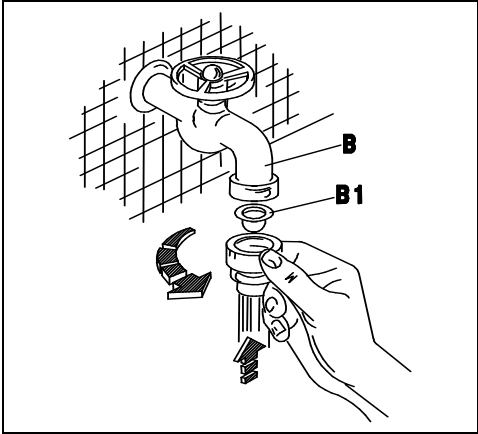
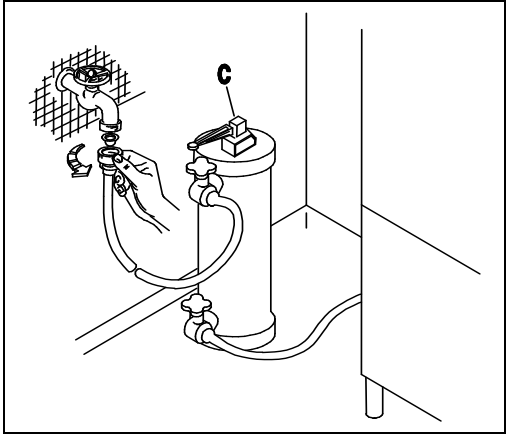
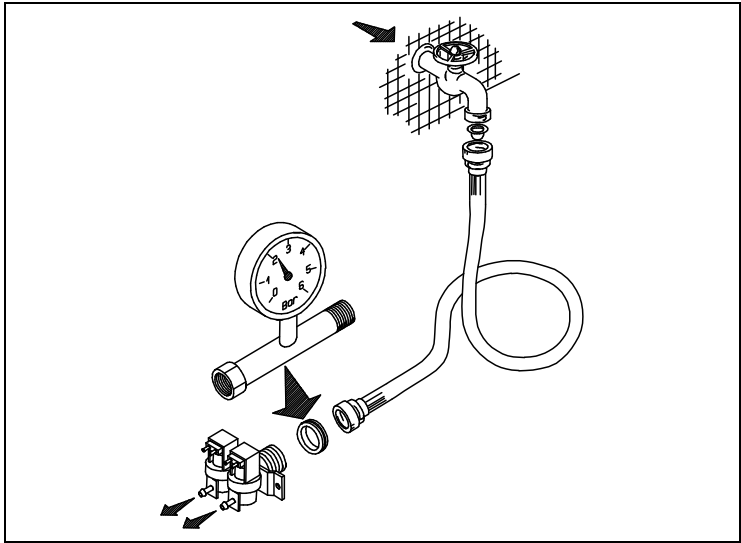
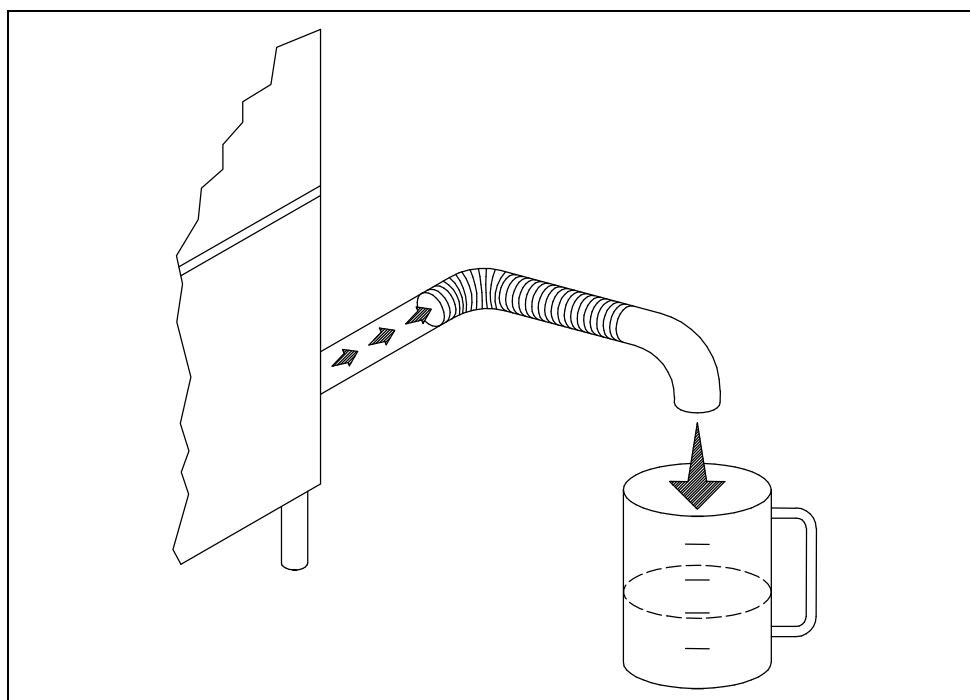

Fig. 2-2
Fig. 2-3
Fig. 2-4
Fig. 2-5
- L'apparecchio è previsto per l'allacciamento all'acqua fredda o calda (max 50 ÷ 55°C), con una pressione a valvola aperta come indicato nella Tab. 2-1. In caso di pressione superiore alla massima consigliata, bisogna installare un riduttore di pressione. In caso di pressione inferiore alla minima consigliata, bisogna installare una pompa di aumento pressione di max 0.5 Hp, con una portata di 20 L/min ed una prevalenza di 15÷20 mt. Il controllo della pressione deve essere effettuato all'ingresso dell'elettrovalvola (ved. fig.2-4). La condotta dell'acqua deve avere un diametro interno di almeno 16/18 mm (ved.fig.2-5). Collegare il tubo di carico acqua dell'apparecchio ad un rubinetto d'intercettazione (B),posto preferibilmente nelle immediate vicinanze dell'apparecchio, interponendo l'apposito filtro in dotazione (B1) (ved. fig.2-2). Si consiglia l'installazione di un decalcificatore (C) (non in dotazione), montato a monte dell' elettrovalvola della macchina (ved. fig.2-3).
- The appliance is designed for connection to the cold or hot water supply (max. 50-55°C) at a mains pressure with the valve open as shown in Table 2-1 and a minimum output of 10 litres/min. If pressure exceeds the maximum, fit a pressure reducer. If pressure is lower than the minimum, fit a pressure booster pump of max. 0.5 HP, with an output of 20 litres/min. and a head of 15÷20 metres. Pressure must be measured at the solenoid valve inlet (see fig. 2-4). The water pipes must have an internal diameter of at least 16/18 mm (see fig. 2-5). Connect the appliance water supply pipe to a cut-out tap (B), preferably placed close to the appliance, fitting the special filter provided (B1) (see fig. 2-2). We recommend fitting a water softener (C) (not provided) upstream from the machine solenoid valve (see fig. 2-3).
- Das Gerät ist für den Anschluss an Warm-und Kaltwasser (max. 50-55°C) vorgesehen, wobei der Druck bei offenem Ventil dem in Tab. 2-1. Bei höherem Druck als dem empfohlenen einen Druckminderer installieren. Bei niedrigeren Druck als empfohlen eine Druckerhöhungspumpe mit max. 0,5 PS , einer Förderleistung von 20l/min und einer Förderhöhe von 15-20m installieren. Die Druckkontrolle muss am Eingang des Elektroventils erfolgen (siehe Bild 2-4). Die Wasserleitung muss einen Innendurchmesser von mindestens 16/18 mm aufweisen (siehe Bild 2-5). Den Zulaufschlauch des Gerätes an einen möglichst nahegelegenen Wasserhahn (B) anschliessen und den vorgesehenen Filter (B1) anbringen (siehe Bild 2-2). Der Einbau eines Etkalkers (C) wird empfohlen; dieser gehört nicht zur Ausstattung und muss vor dem Elektroventil der Maschine eingebaut werden. (siehe Bild 2-3).
- L'appareil peut être raccordé à l'eau froide ou chaude (50:55°C max) à une pression, soupape ouverte, comme indiqué dans le tableau 2-1. Si la pression dépasse la pression maximum conseillée, il faut installer un réducteur de pression. Si la pression est inférieure à la pression minimum conseillée, il faut installer une pompe pour faire augmenter la pression de 0,5 Hp max., à un débit de 20 litres /min et à une hauteur d'élévation de 15-20 m. Le contrôle de la pression sera effectué à l'entrée de l'électrovanne (voir fig. 2-4). Les conduites d'eau auront un diamètre interne d'au moins 16/18 mm (voir fig. 2-5). Raccorder la conduite d'arrivée de l'eau de l'appareil à un robinet secondaire (B), installé si possible tout près de l'appareil, après avoir intercalé le filtre spécial fourni (B1) (voir fig. 2-2). Nous conseillons d'installer un adoucisseur (C) (non fourni) qui sera monté en amont de l'électrovanne de la machine (voir fig. 2-3).
- Este aparato se puede alimentar con agua caliente o fría (máx. 50 ÷ 55°C); la presión del agua con válvula abierta está indicada en la tabla 2-1. En caso de que la presión fuera superior a la máxima que se aconseja, instale un reductor de presión; si fuera demasiado baja, instale una bomba de aumento de presión de 0,5 Hp (máximo), con un caudal de 20 litros por minuto y una altura de elevación de 15 a 20 m. El control de la presión se debe efectuar en la entrada de la electroválvula (véase fig. 2-4). La tubería del agua debe tener un diámetro interior de 16-18 m. por lo menos (véase fig. 2-5). Conecte el tubo de alimentación del agua del aparato a un grifo de paso (B), que irá montado preferentemente muy cerca del aparato, tras interponer el filtro (B1) del equipamiento base (véase fig. 2-2). Es aconsejable instalar un descalcificador (C) (que no forma parte del equipamiento base). El descalcificador irá montado antes de la electroválvula de la máquina (véase fig. 2-3).